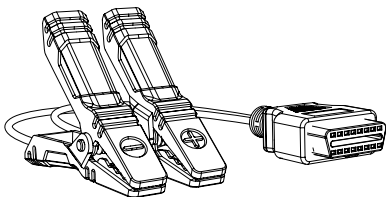

Figura 2.1.5
10. Cavo di prova della batteria con connettore OBD-II femmina e morsetti della batteria. (Vedi Figura 2.1.5)